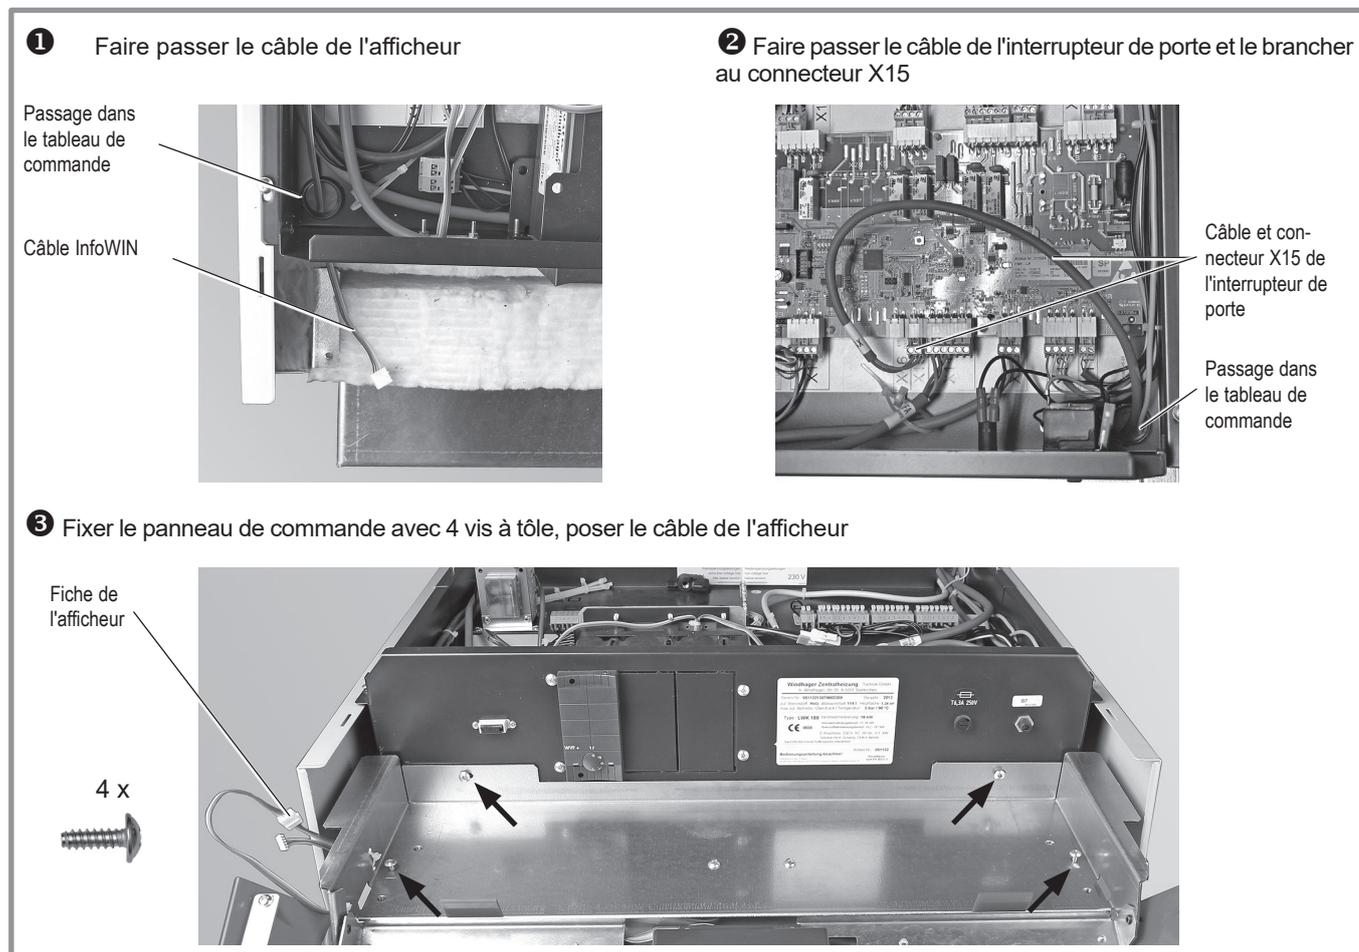

fig. 25 - Panneau de commande
- Avant de monter le panneau de commande, le câble de l'afficheur doit être guidé hors du coffret électrique au niveau de la partie avant gauche (fig. 25 - ❶).
- Guider le câble de l'interrupteur de porte (sur le panneau de commande) dans la partie avant droite du coffret électrique et brancher le connecteur X15 (fig. 25 - ❷).
- À l'aide de vis à tôle, visser le panneau de commande aux parois latérales (2 vis) et au coffret électrique (2 vis), sans serrer (fig. 25 - ❸).
- Assembler le câble de l'afficheur et le poser dans la paroi latérale (fig. 25 - ❸).